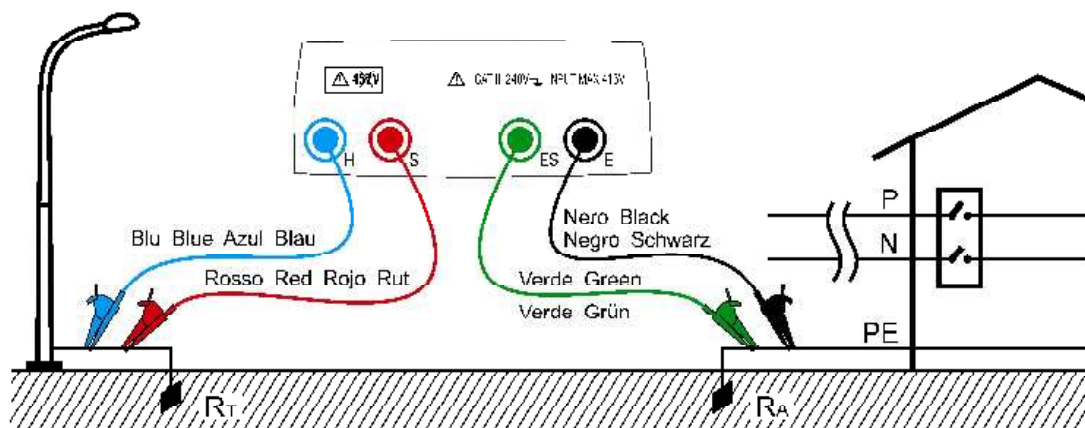

Abb. 3: 2 Punkt Erdungswiderstandsmessung mit 2x2 Messleitungen
In Abb. 3 wird ein Lampenpfosten als *Erdspieß* verwendet. Es kann aber auch jeder in den Boden gesteckte Metallgegenstand verwendet werden, solange die oben genannten Bedingungen erfüllt sind.
Das Gerät zeigt die Summe der Werte $R_A + R_T$ als Ergebnis an (siehe Abb. 3 und Abb. 4). Daher liegt der Messwert umso näher an R_A (Erwartungswert), je vernachlässigbarer der Wert R_T des Erdspießes im Vergleich zu R_A selbst ist. Zusätzlich wird die Messung "zur Sicherheit" um R_T erhöht, d.h. wenn $R_A + R_T$ insgesamt mit Schutzleitern abgestimmt sind, gilt dies für R_A allein umso mehr
6. Schließen Sie die Krokodilklemmen an die Erdspeiße und an die zu testende Installation an (siehe Abb. 3 und Abb. 4)